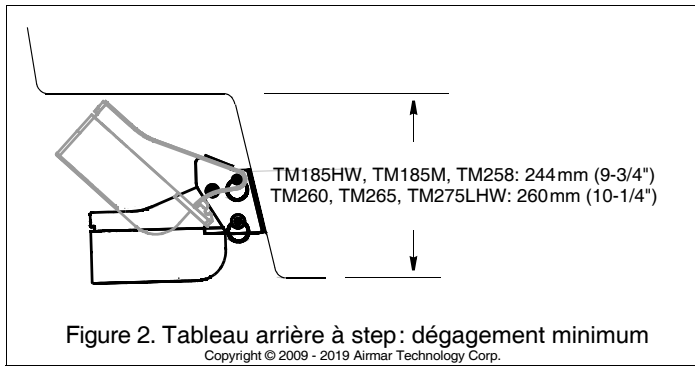

Figure 2. Tableau arrière à step: dégagement minimum
- **Tableau arrière à step** — Installez la sonde sur le step le plus bas en veillant à respecter un dégagement en hauteur pour permettre le déverrouillage de l'étrier (Figure 2).